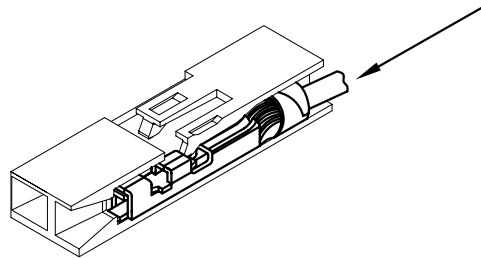

FIGURE 1
- TO LATCH TERMINAL; PUSH AS SHOWN IN FIGURE 1. BE SURE THAT LATCH SNAPS DOWN.